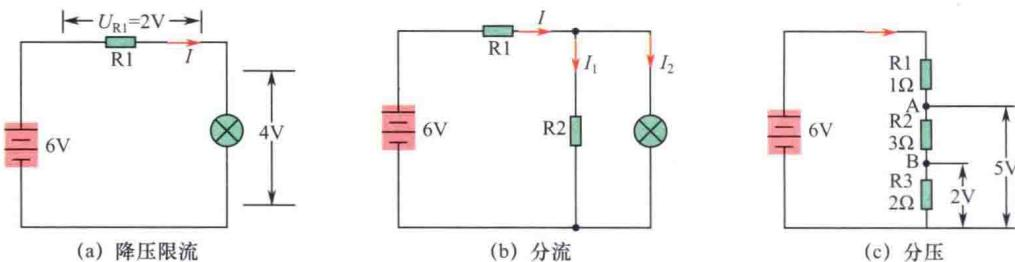

图 1-2 固定电阻器的功能说明图
**固定电阻器的主要功能有降压、限流、分流和分压**。固定电阻器的功能说明如图 1-2 所示。
在图 1-2 (a) 中, 电阻器 R1 与灯泡串联, 如果用导线直接代替 R1, 加到灯泡两端的电压有 6V, 流过灯泡的电流很大, 灯泡将会很亮, 串联电阻 R1 后, 由于 R1 上有 2V 电压, 灯泡两端的电压就被降低到 4V, 同时由于 R1 对电流有阻碍作用, 流过灯泡的电流也就减小。电阻器 R1 在这里就起着降压、限流功能。
在图 1-2 (b) 中, 电阻器 R2 与灯泡并联, 流过 R1 的电流  $I$  除了一部分流过灯泡外, 还有一路经 R2 流回到电源, 这样流过灯泡的电流减小, 灯泡变暗。R2 的这种功能称为分流。
在图 1-2 (c) 中, 电阻器 R1、R2 和 R3 串联, 从电源正极出发, 每经过一个电阻器, 电压会降低一次, 电压降低多少取决于电阻器阻值的大小, 阻值越大, 电压降低越多, 图中的 R1、R2 和 R3 将 6V 电压分成 5V 和 3V 的电压。